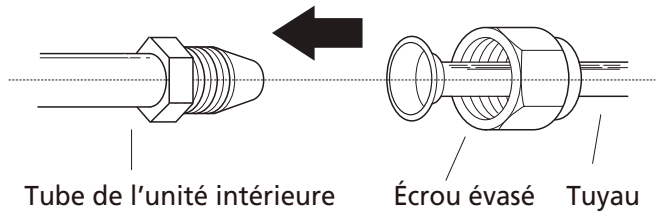

Fig. 5.7
1. Alignez le centre des deux tuyaux que vous souhaitez raccorder. Voir **fig. 5.7**